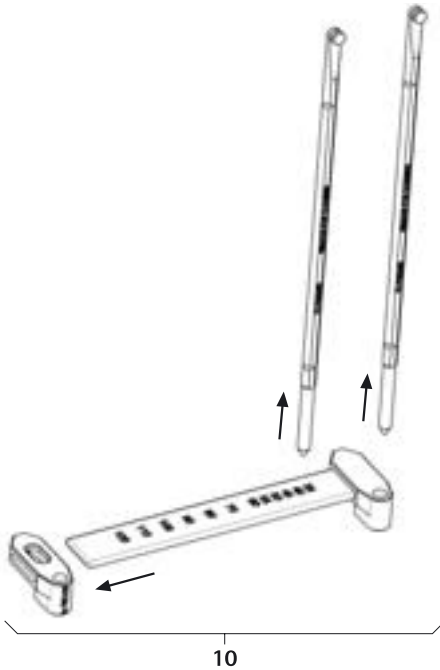

Abb. 5
- Stablängen-Messinstrument **10** demontieren, siehe Abb. 5.